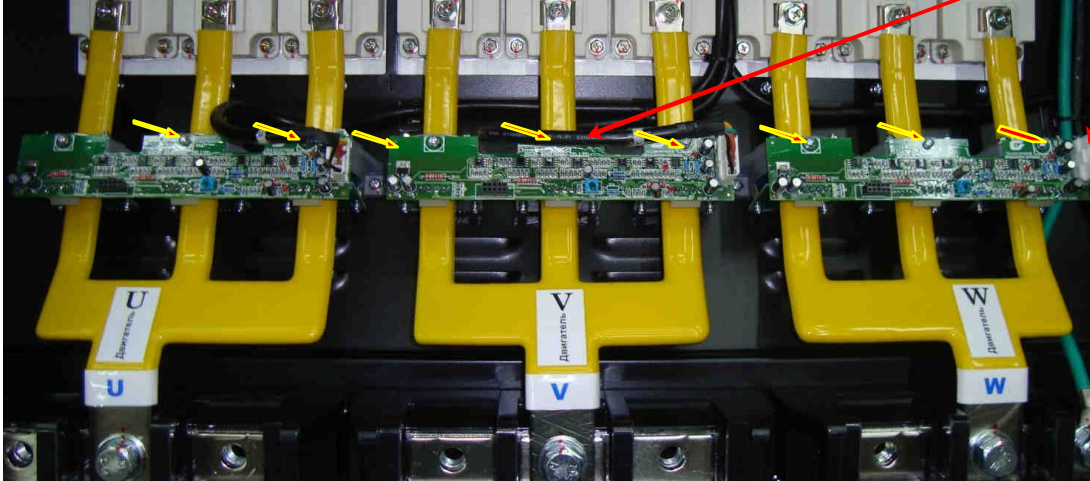

Рис. 7.30.
7.13.5. Закрепить каждую из плат 3 винтами (рис. 7.30).
7.13.6. Соединить разъемы жгутов с ответными разъемами CN1 на платах датчиков тока (рис. 7.30).